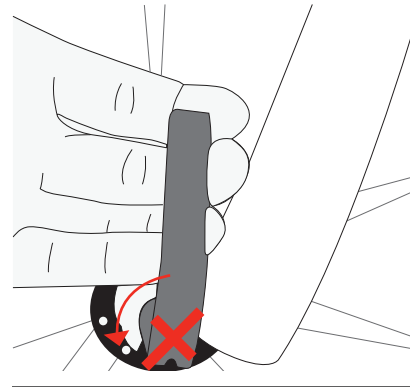

Figure 39. Assurez-vous que le levier ne tourne pas.
- Test B. Vérifiez que le levier de blocage rapide ne peut pas être tourné dans le sens circulaire parallèlement à la roue (Figure 39).